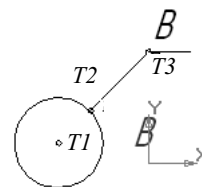
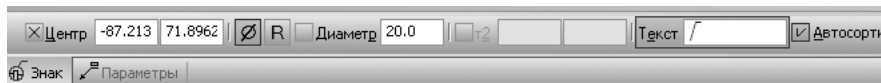
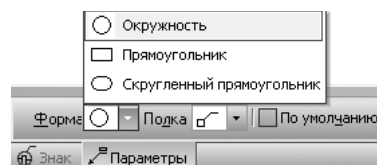

Рис.5.35. Побудова виносного елемента
Рис.5.36. Вкладка *Знак* Панелі властивостей команди *Виносний елемент*
Рис.5.37. Вкладка *Параметры* Панелі властивостей команди *Виносний елемент*
5.2.8. Виносний елемент . Ця команда призначена для позначення виносних елементів. Спочатку вказується точка центру контура (рис.5.35), що обмежує виносний елемент, потім задаються (рис.5.36) розміри контура:  або  для кола. На вкладці **Параметры** (рис.5.37) можна настроїти інше зображення виносного елемента. У списку **Форма** можна вибрати тип позначки (коло, прямокутник або прямокутник з кутами, що округлені) і напрям полиці (вліво, управо, вгору, вниз).